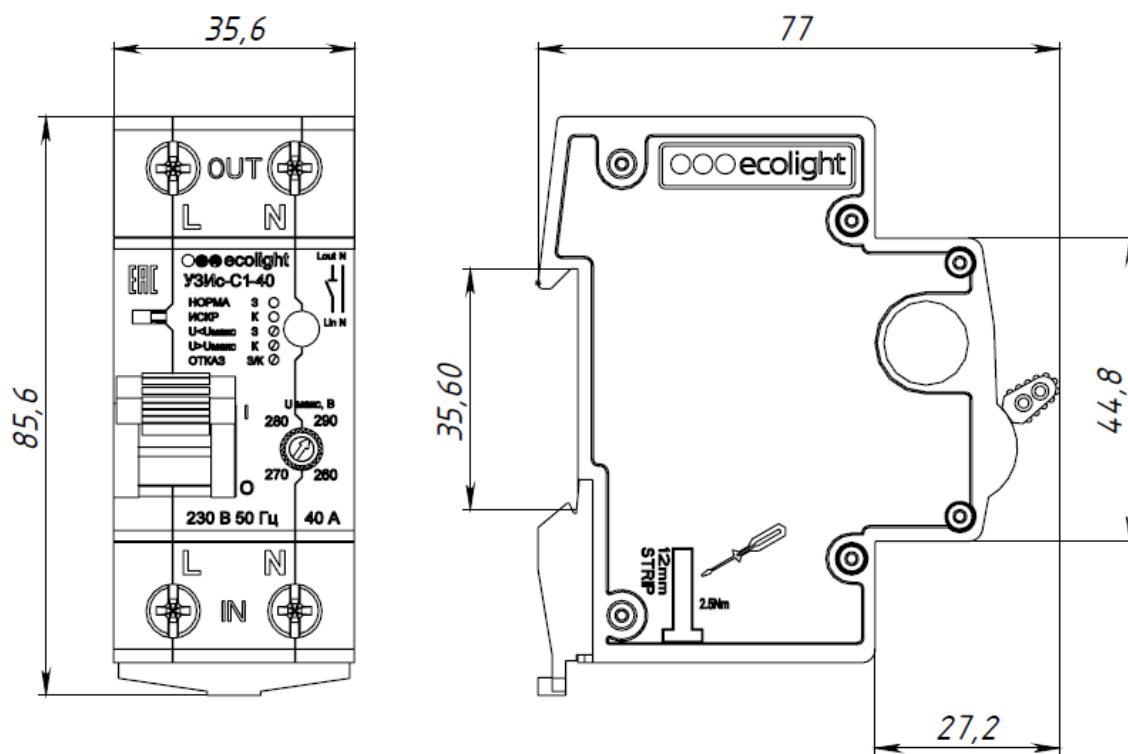

Рис. 4. Габаритные, установочные и присоединительные размеры УЗИС (мм)
2.6. Принять во внимание размеры УЗИс (рис. 4). Оценить возможность монтажа УЗИс в состав щитового оборудования (щитка), с учетом того, что при правильной вертикальной установке, провода внешней питающей сети, идущие от защитного автоматического выключателя (рис. 3), идут на нижние контактные группы (обозначение «IN»). Защищаемая электрическая цепь подключается к внешней контактной группе (обозначение «OUT»).